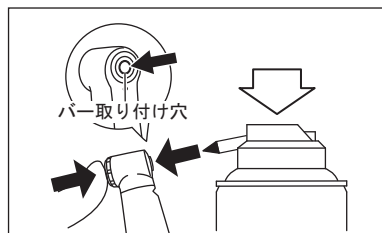

図7
- ①パナスプレープラスのノズル部にノズルチップを取り付けます。
- ②プッシュボタンを軽く押しながらバーの取り付け穴へ直接スプレー注油を行います。(図7)